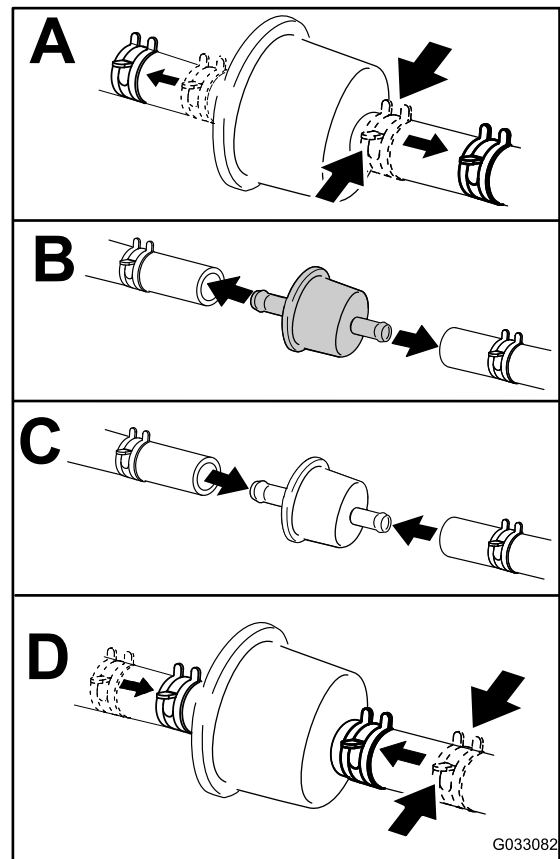

Bild 49
5. Tauschen Sie den Kraftstofffilter aus (**Bild 49**).